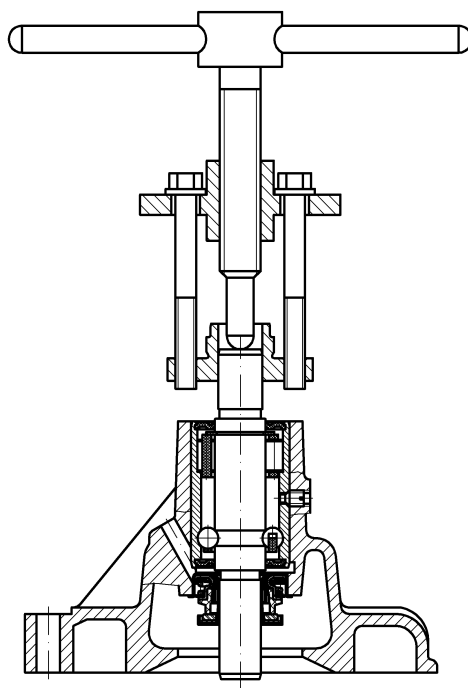

Рис.81. Снятие ступицы
- с помощью специального приспособления снять ступицу шкива насоса (рис.81);